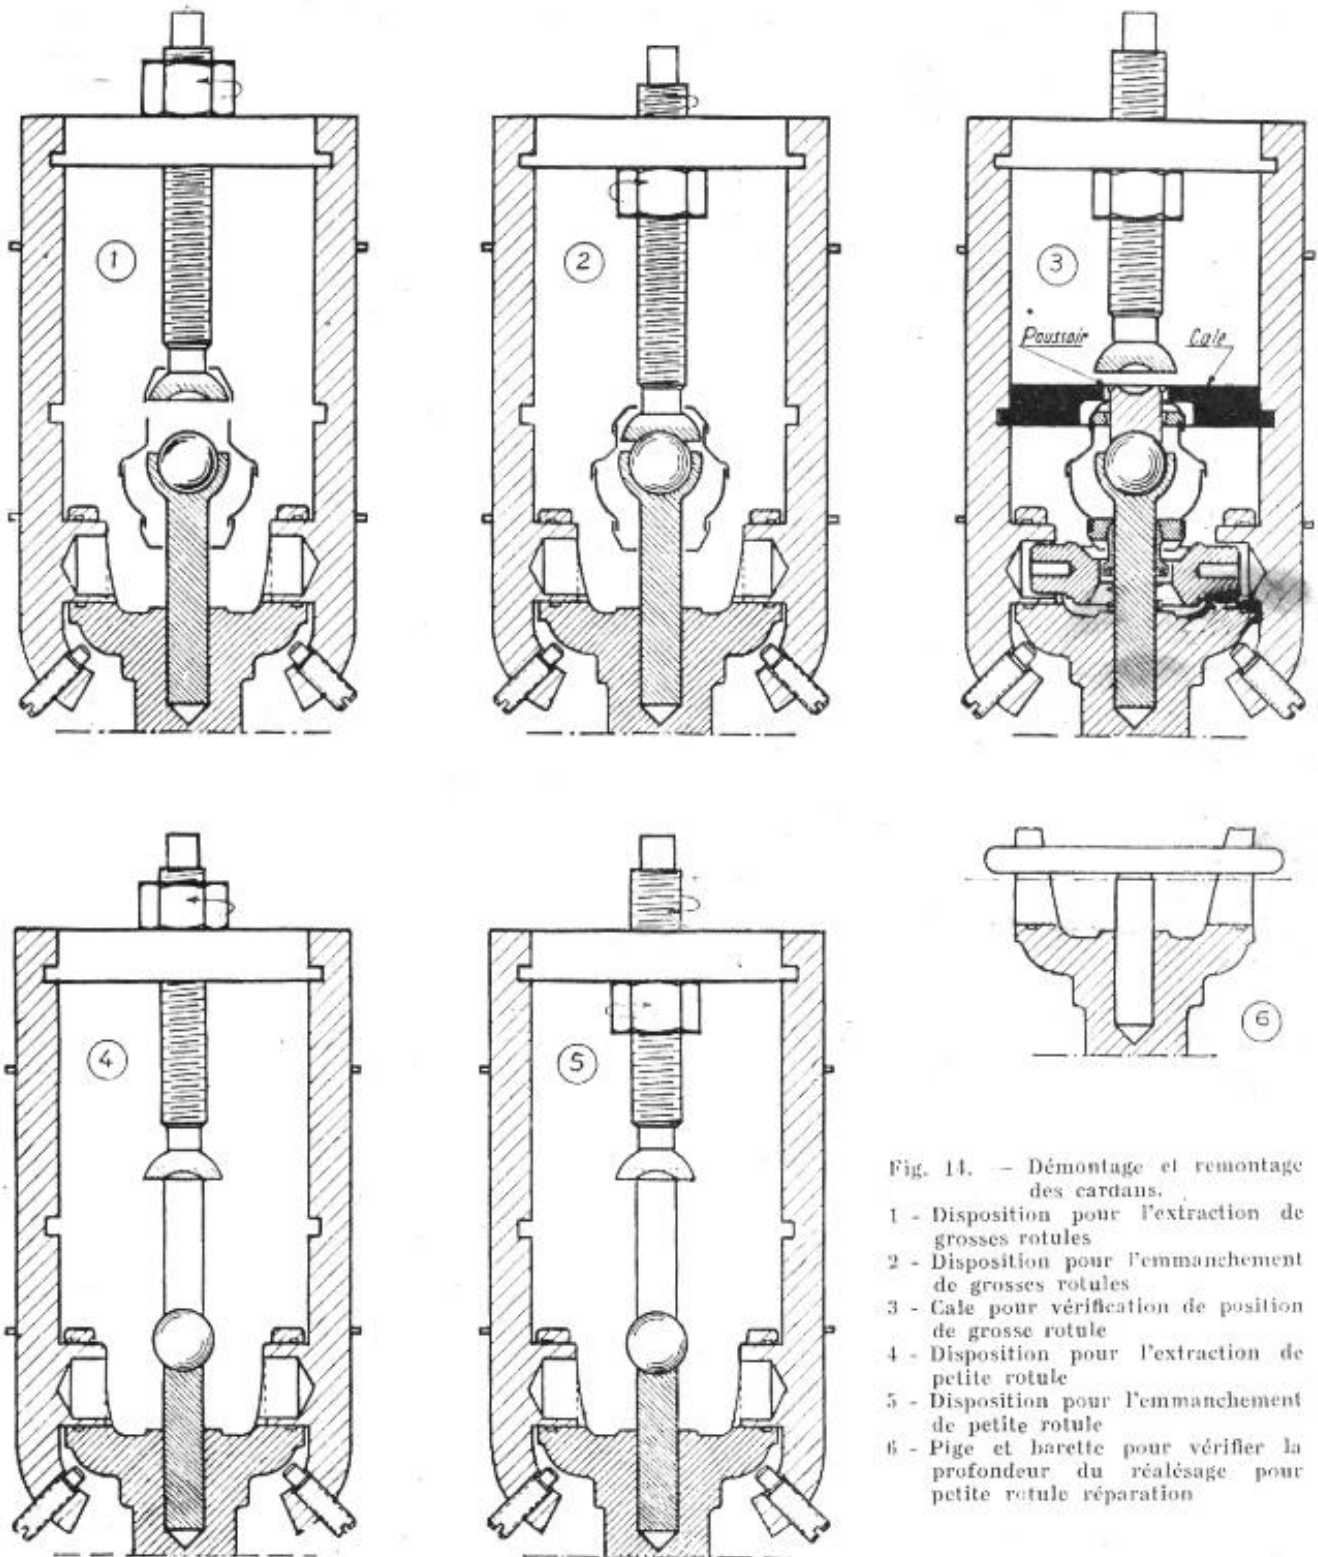

Fig. 14. — Démontage et remontage des cardans.
Pour retirer la grosse rotule repérer comme indiqué en (1) fig. 14.